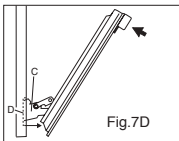

Fig. 7D
5) Usando entrambe le mani, spingere leggermente lo sportello verso l'interno del forno in modo che le cerniere dello sportello "C" escano dalle fessure "D". (vedere fig. 7D) e tirare lo sportello verso di sé fino a separarlo dal forno.